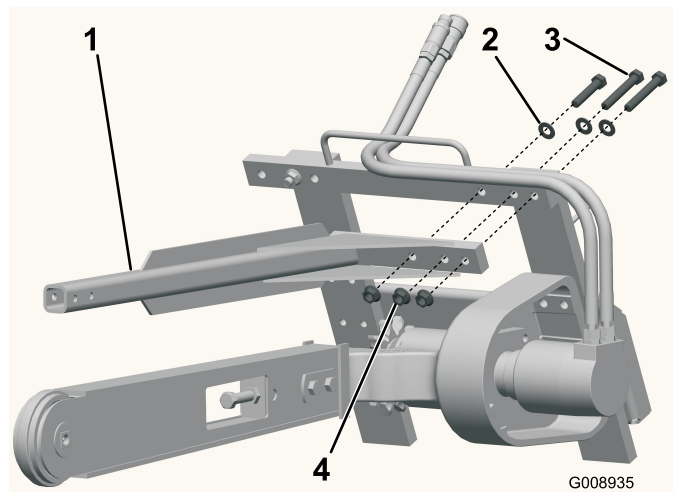

Figure 4
2. À l'aide des fixations enlevées précédemment, montez la barre de sécurité de la trancheuse comme montré à la (Figure 4).
1. Retirez les 3 boulons, rondelles et écrous à embase situés sur l'angle supérieur gauche du bâti de la trancheuse (Figure 4).